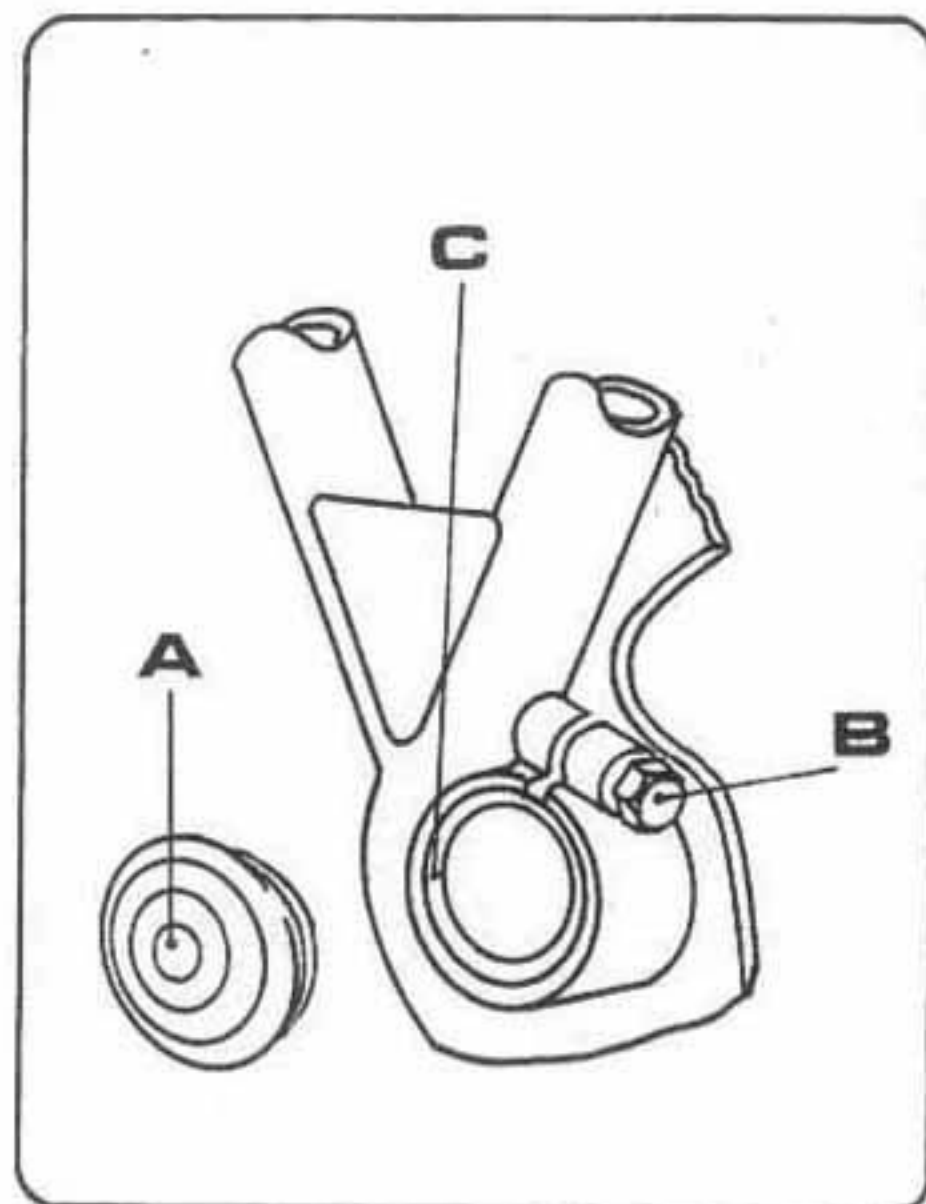

Fig. 19
- 2) Con chiave di mm 13 allentare i due bulloni « B » da ambo i lati del motociclo (vedi fig. 19).
- 2) with a 13 mm. wrench loosen the two « B » bolts on both sides of motorcycle (see fig. 19).